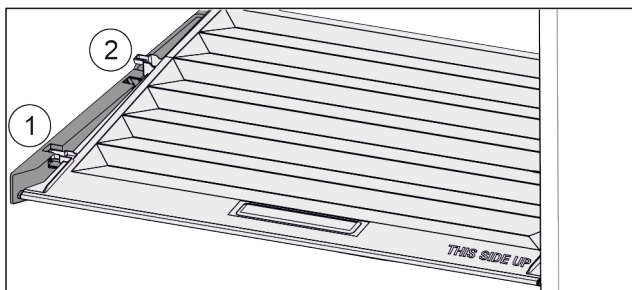

Fig. 90
- ▶ Veko potiahnite dopredu až k otvoru v prídržných dieloch Fig. 90 (1).
- ▶ Vozduch ho nadvihnite zospodu a zložte smerom nahor Fig. 90 (2).